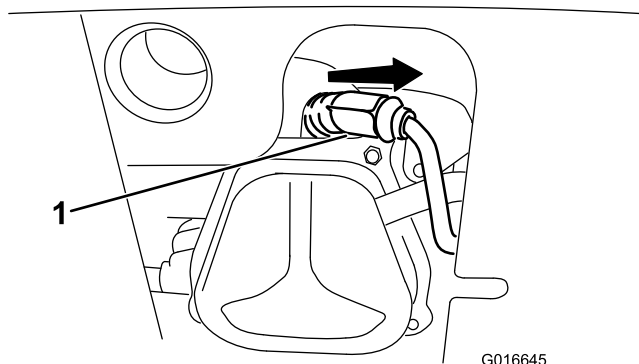

Рисунок 32
1. Снимите изоляционный колпачок (Рисунок 32).